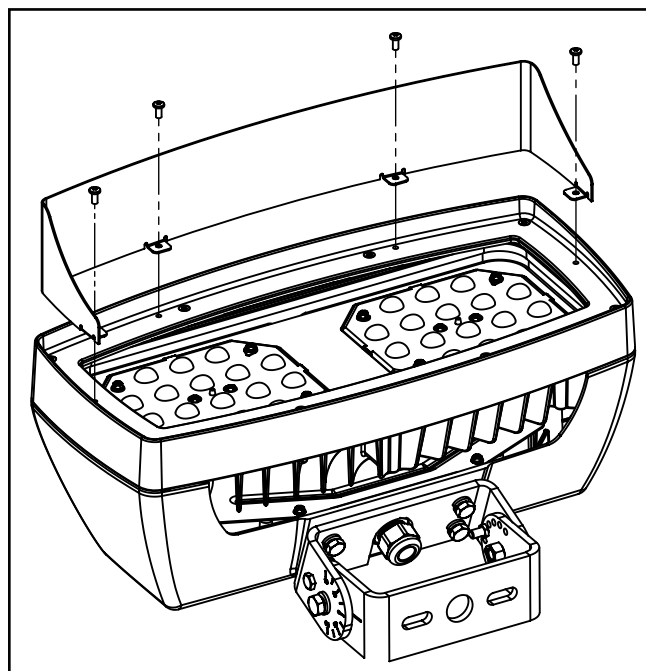

Figura 6
Visera (Figura 6)
1. Alinee el visor en la parte superior del marco de la lente para que coincida con los seis orificios existentes. (Figura 6)
2. Ajuste los (4) tornillos de 8-32 a la parte frontal de la luminaria.